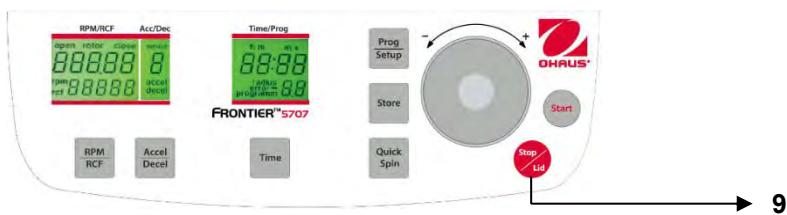

Figura. 25
Mediante il tasto "**Stop/Lid**" (9) (Vedere figura 25) è possibile interrompere il ciclo in ogni momento. Dopo aver premuto il tasto, la centrifuga decelera all'intensità preselezionata fino a che non si arresta.